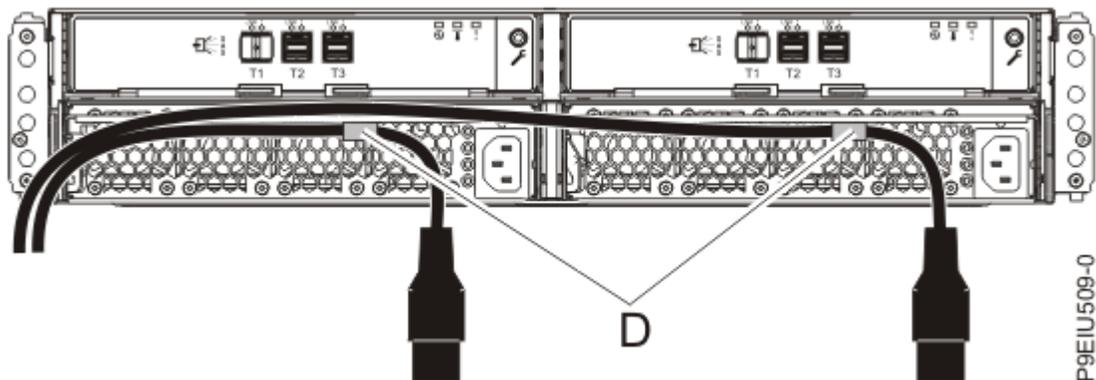

図 31. コード保持ブラケットを使用した電源コードの配線
3. 36 ページの図 31 で示すように、ストレイン・リリーフ用の電源コード保持ブラケット (D) を経由して電源コードを配線します。